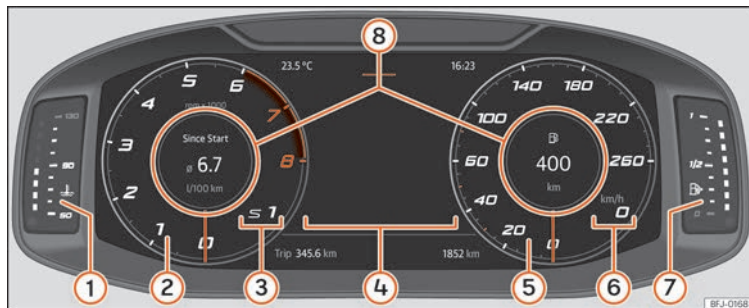

Fig. 54 SEAT Digital Cockpit sur le combiné d'instruments (vue classique).
Dans les vues **Classique** et **Navigation**, il est possible de personnaliser les informations qui apparaissent dans **Profils d'information** » fig. 54 ⑧.
Les aiguilles du compte-tours et du tachymètre sont affichées en entier **»» fig. 54.**